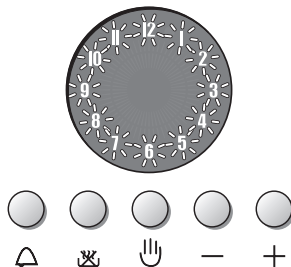

Рис. 4.9
**Внимание:** После прерывания подачи питания (сбоев в питании) все значения на часах/программаторе сбрасываются, а программы удаляются (цифры на часах мигают, а светящиеся стрелки не горят – Рис. 4.9).